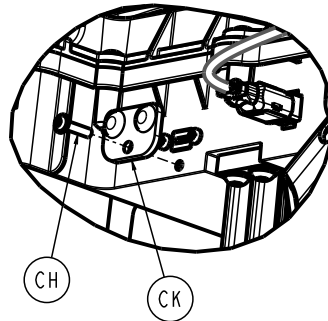

Figure 7 – Retirer le couvercle du port USB
3. À l'aide d'une clé Torx T10, desserrer la vis (CH) qui fixe le couvercle du port USB (CK) au boîtier du côté pieds. Laisser le couvercle basculer vers le bas pour accéder au port USB (Figure 7).